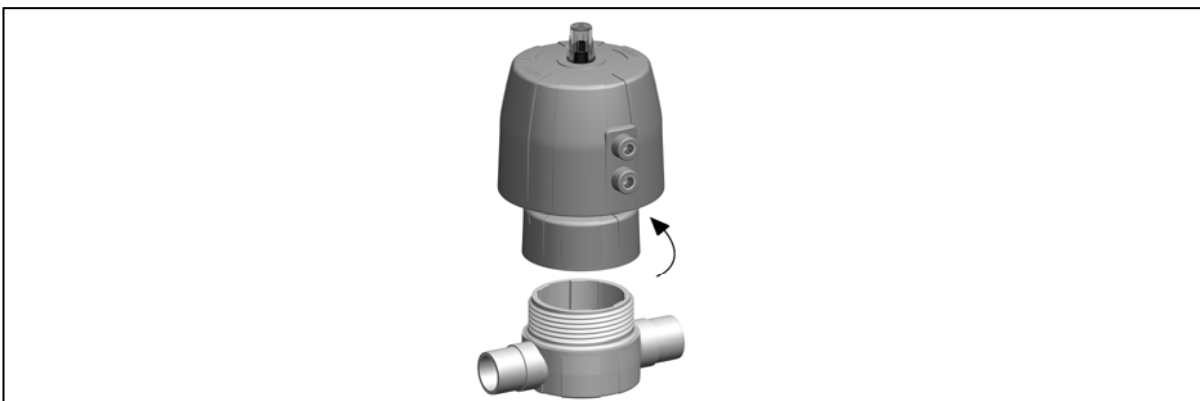

Fig. 13
- ▶ Ouvrir l'écrou du boîtier avec une clé de vanne à sangle/outil spécial, voir Fig. 13.